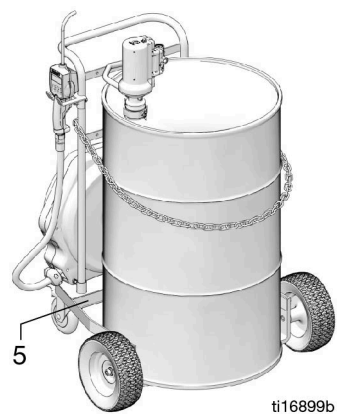

ABB. 34
- Das Fass auf dem Boden des Fahrgestells (5) montieren (ABB. 34).